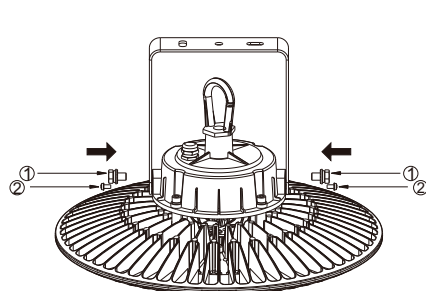

Fig. 1
1. Ajoutez le support en U au pilote et attachez-le avec les accessoires 1 et 2 illustrés ci-dessus. (Figure 1).